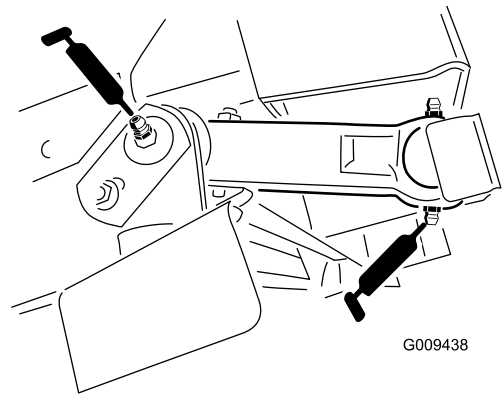

Bild 43
- Unterlenkergelenk (4) (Bild 43)
- Oberlenkergelenk (4) (Bild 43)